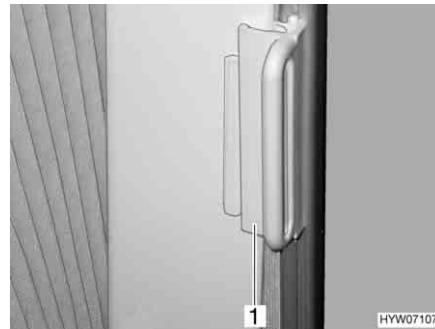

Fig. 36 Verrouillage supplémentaire pour dispositif occultant plissé
- Pousser la poignée (Fig. 36,1) sur la pièce de fixation. Le dispositif occultant plissé est bloqué.